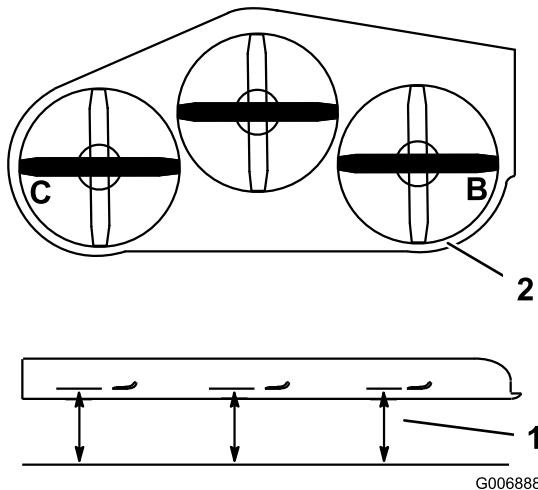

Figura 92
1. Coloque la cuchilla **derecha** en posición lateral (Figura 92).
2. Mida la cuchilla derecha en la posición **B** desde una superficie nivelada hasta el filo de corte del extremo de la cuchilla (Figura 92).
4. Coloque la cuchilla izquierda en posición lateral (Figura 92).
5. Mida la cuchilla izquierda en la posición **C** (Figura 92) desde una superficie nivelada hasta el filo de corte del extremo de la cuchilla.